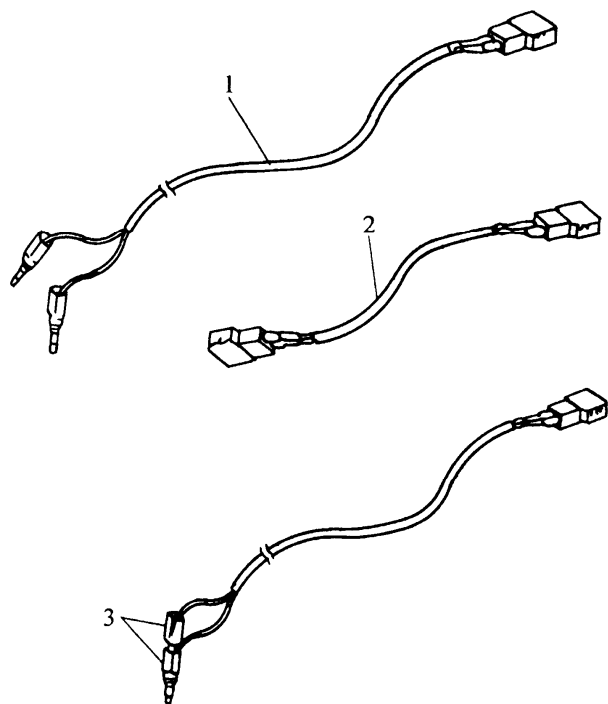

图 10-34 特殊工具
(1) 将点火开关置于 LOCK 位置，取下钥匙，戴上护目镜。
(2) 检查引爆线束，应良好。将引爆线束的一个香蕉形插头完全插入另一插座中，使引爆线束的两根导线短路，见图 10-34。